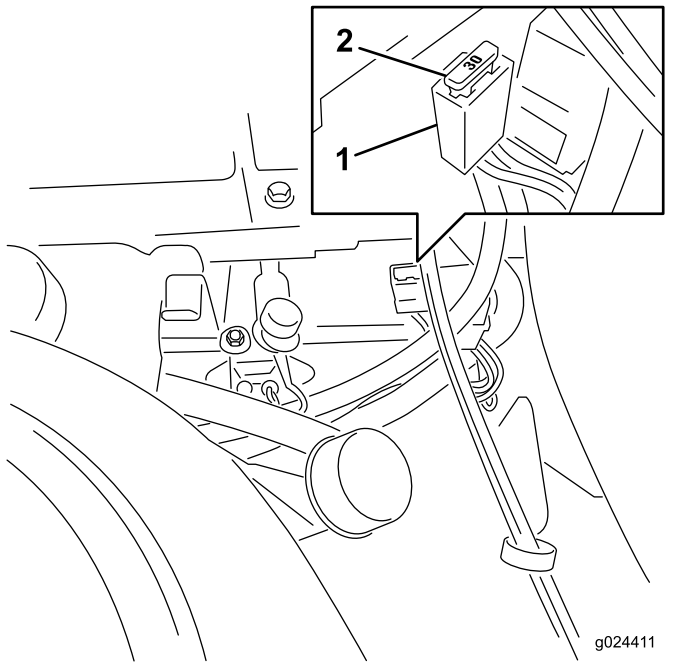

Figure 47
**Remarque:** Les fusibles sont situés sur la console droite, près du siège (Figure 47).
1. Pour remplacer le fusible principal, tirez-le en ligne droite hors du porte-fusibles (Figure 47).
4. Placez un fusible devant la fente du porte-fusibles (Figure 47).
5. Poussez le fusible dans le porte-fusibles jusqu'à ce qu'il soit complètement engagé (Figure 47).